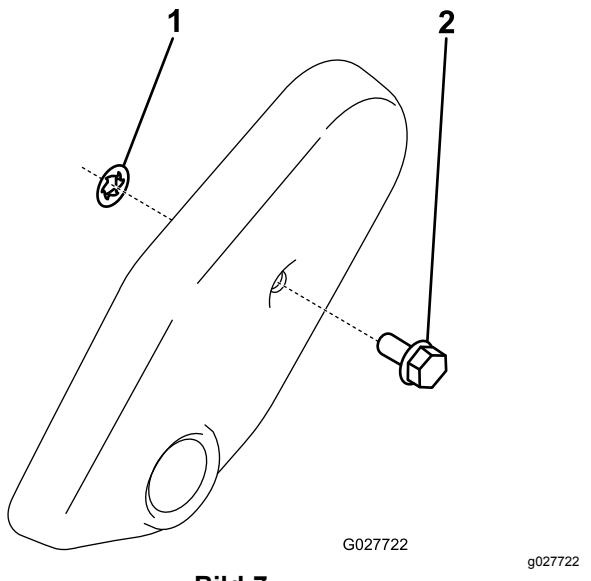

Bild 7
2. Schieben Sie die Steckmutter auf die Schraube der Riemenabdeckung (Bild 7).